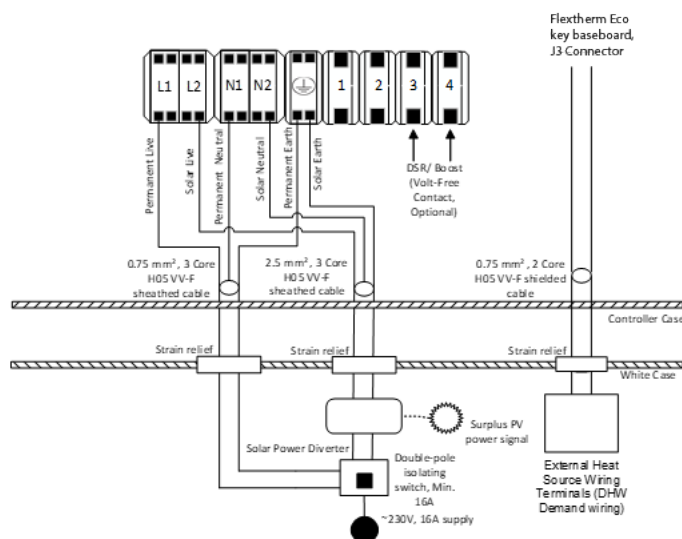

Figure 12 - Câblage de la batterie de chauffage Flextherm Eco G2 D avec dérivation de l'énergie solaire
- o Avec dérivation de l'énergie solaire, suivre (Section 6.4.2, Figure 12).
Double alimentation potentielle - Toujours isoler les deux alimentations du régulateur Heat Battery avant d'intervenir sur l'appareil. Assurez-vous que les liens 1 et 2 sont retirés (voir Figure 12) et que la sortie du contrôleur de dérivation d'énergie est en courant alternatif modulant.